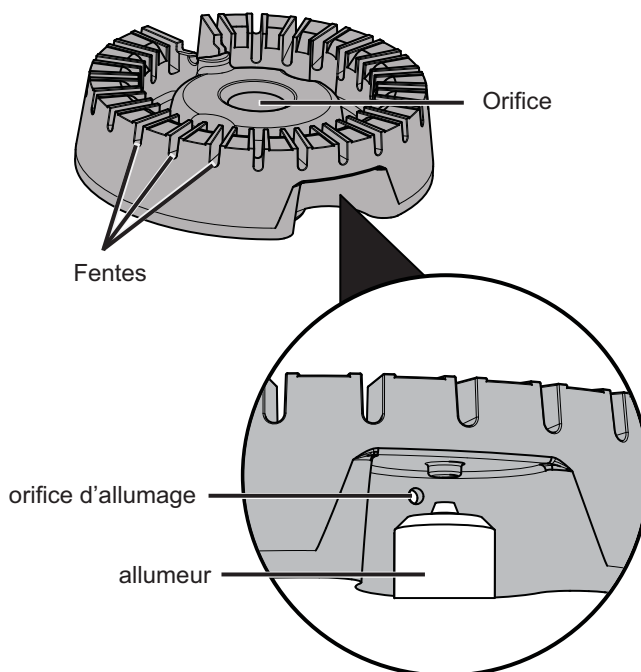

Figure 25 : Composants de brûleurs scellés
3. Utiliser une vieille brosse à dents pour nettoyer la tête de brûleur au complet (voir Figure 25).
4. Utiliser la brosse à dents pour nettoyer les fentes et les orifices du brûleur (voir Figure 25).
5. Nettoyer les orifices d'allumage à l'aide d'une aiguille ou d'un fil métallique de petit calibre (voir Figure 25).